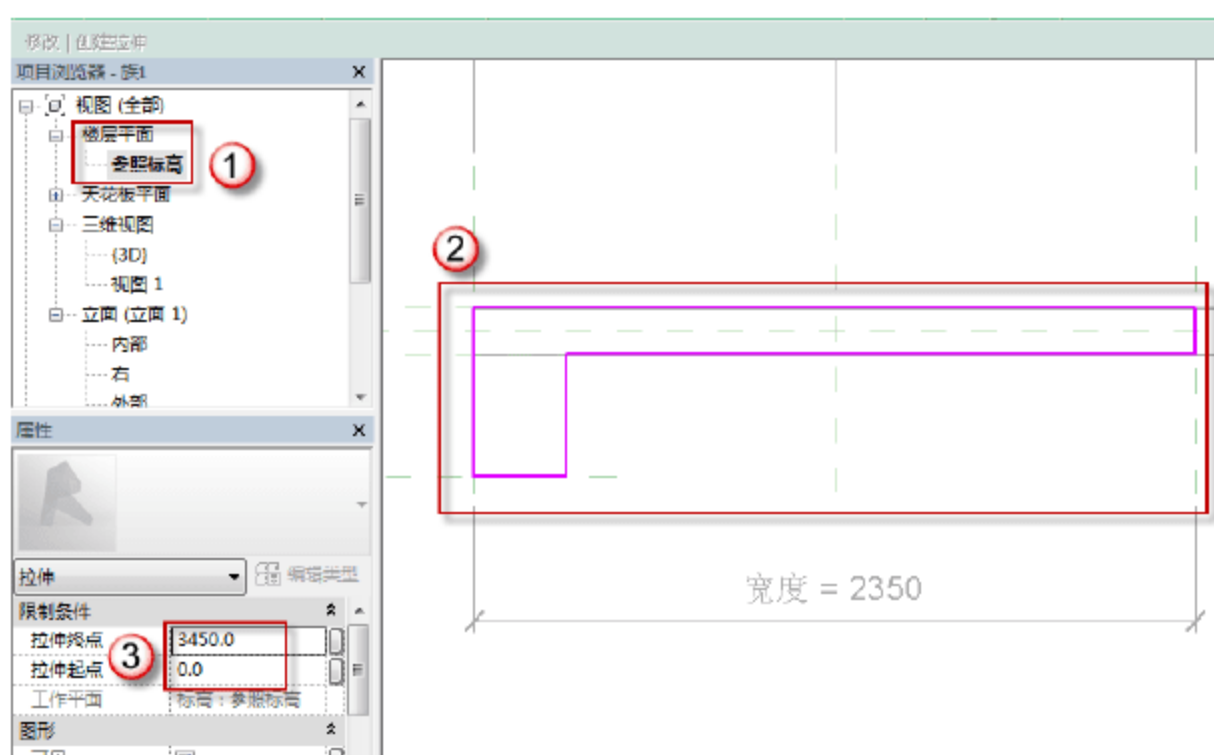

图 6.3.49 创建新的洞口剪切
(10) 创建新的洞口剪切的空心模型。选择“创建”→“空心形状”→“空心拉伸”命令，进入“修改 | 编辑拉伸”界面，单击“视图”→“楼层平面”→“参照标高”命令，进入平面视图，用菜单中的绘制工具绘制新的洞口剪切，如图 6.3.49 所示。在“属性”面板中，在“拉伸终点”中输入“3450”字样，在“拉伸起点”中输入“0”字样，完成后单击√按钮，完成绘制。
**注意：**图 6.3.49 中绘制拐角处的洞口宽度编者选择的是 300，读者绘制时可根据实际需要的墙宽进行绘制。